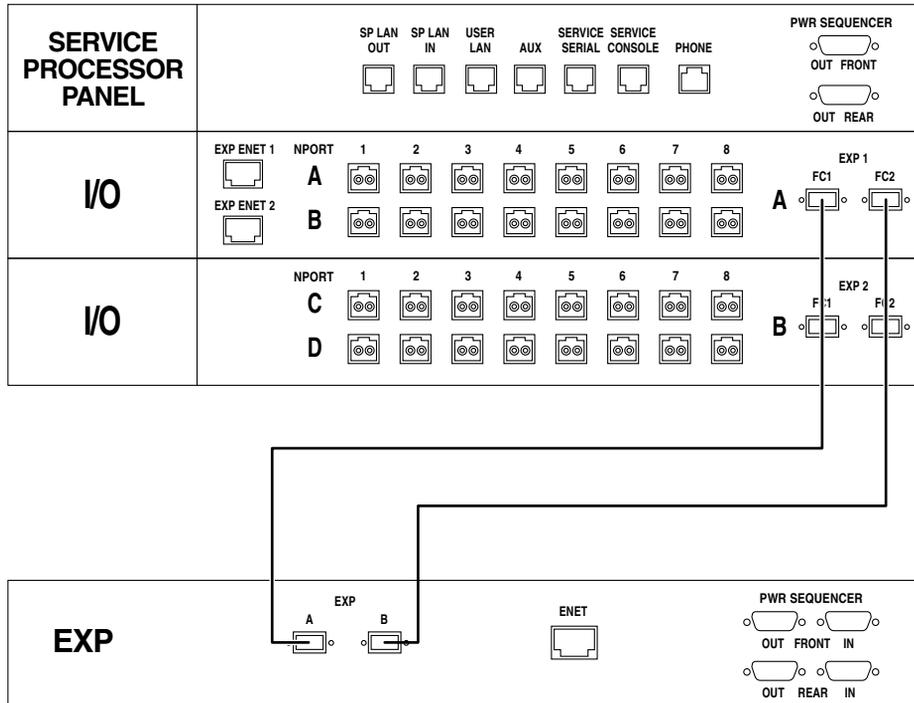

図 2-9 FC ケーブルによるベースキャビネットと拡張キャビネットの接続
拡張キャビネットを接続するには、図 2-9 に示すように、冗長ファイバチャネル (FC) ケーブル (パーツ番号 : 537-1060-01) を接続します。